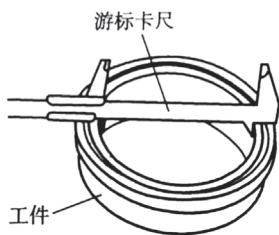

图1-13 用游标卡尺测内径
(1) 使用前,应该首先检测游标卡尺的精度是否准确,将工件被测表面和游标卡尺量爪端面擦干净。
(2) 测量工件外径时,将副尺向外移动,使两量爪间距大于工件外径,首先使主尺量爪与被测量工件接触,然后再慢慢地移动副尺使副尺量爪与工件接触。然后拧紧固定螺钉,轻轻取下并读取数值。
(3) 测量工件内径时,将副尺量爪向内移动,使两量爪间距小于工件内径,方法同上,如图 1-13 所示。